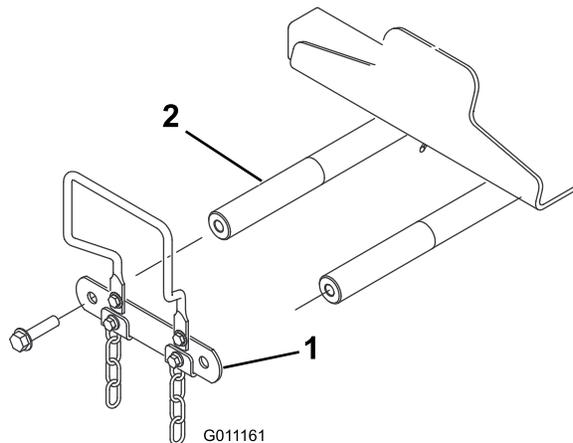

Рисунок 13
1. Отверните 2 болта, которые крепят тягу оси поворота подъемного рычага к осям поворота подъемного рычага, и снимите, сохранив для последующего использования, тягу оси поворота и болты (Рисунок 13).